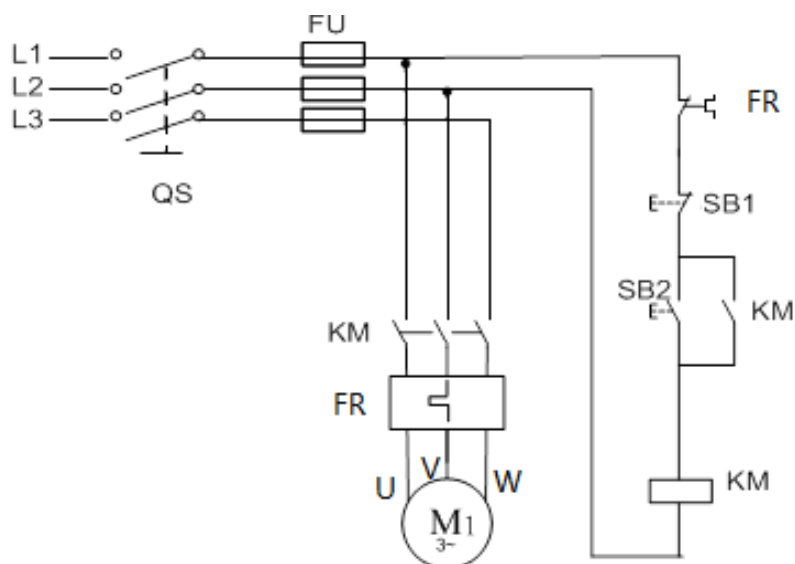

图 2 参考电路图
- 2) 图 2 是电梯上升的电气控制电路图，请补充下降控制电路；